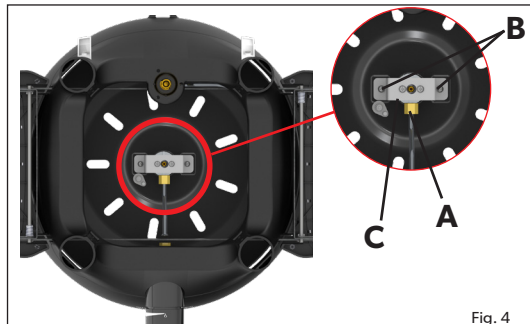
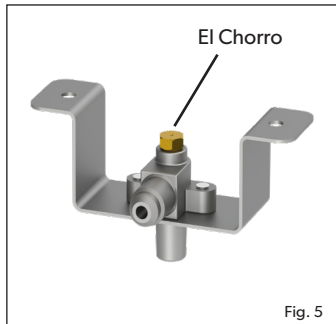

Fig. 4
Fig. 5
- Recomendamos limpiar o reemplazar la boquilla de chorro cada seis (6) meses para asegurar un funcionamiento continuo y eficiente de su electrodoméstico.
- Si el orificio en el chorro se obstruye, esto puede resultar en una llama pequeña o ninguna llama en absoluto. No intente limpiar el surtidor con un alfiler u otro dispositivo similar, ya que esto puede dañar el orificio, lo que podría hacer que el aparato no sea seguro. Para quitar el chorro, quite todas las superficies sueltas de su electrodoméstico y dé vuelta la unidad base. Con una llave adecuada, afloje la tuerca (A) (Fig. 4). Desatornillar los 2 tornillos (B) (Fig. 4). Retire el soporte (C) para exponer el chorro. (Fig. 5). Quitar el surtidor con una llave adecuada. No use alicates en el surtidor, ya que esto puede dañar el surtidor, haciéndolo inutilizable o imposible de quitar. Atornille el chorro nuevo en la válvula. No apriete demasiado ya que esto puede dañar el jet.